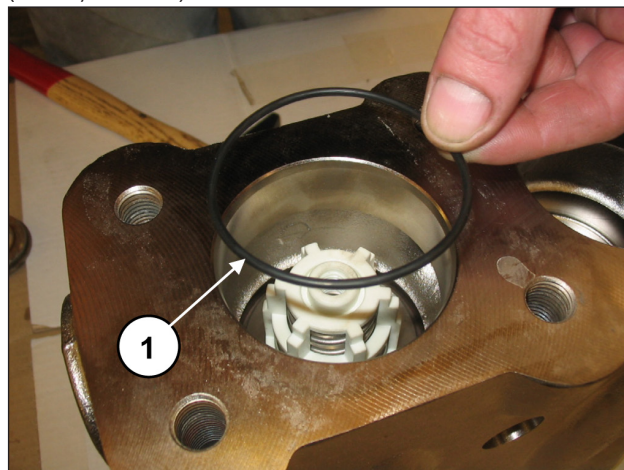

Abb. 127
Setzen Sie den O-Ring ein, Pos. 17 Explosionszeichnung (Pos. ①, Abb. 127).